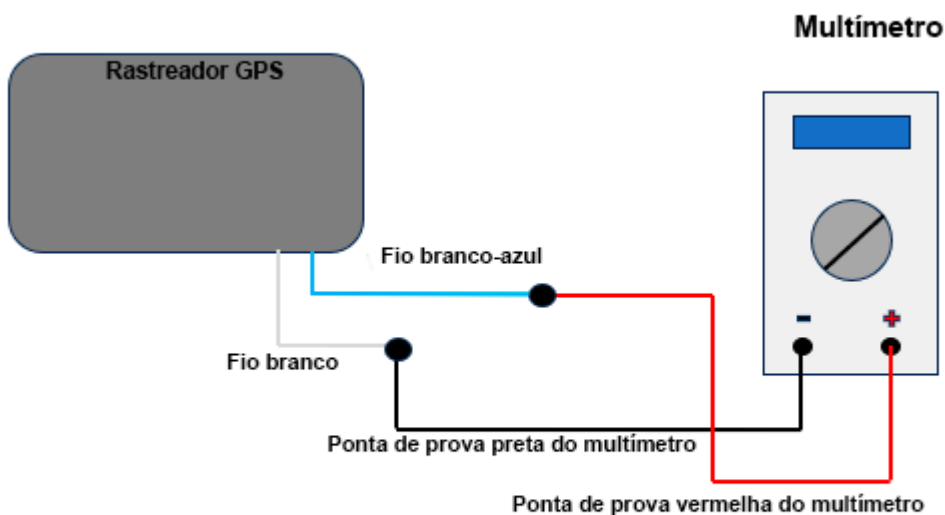

Fig.5 Connection Diagram
2. Monte o circuito de conexão de acordo com o "Diagrama de Conexão da Fig. 5".